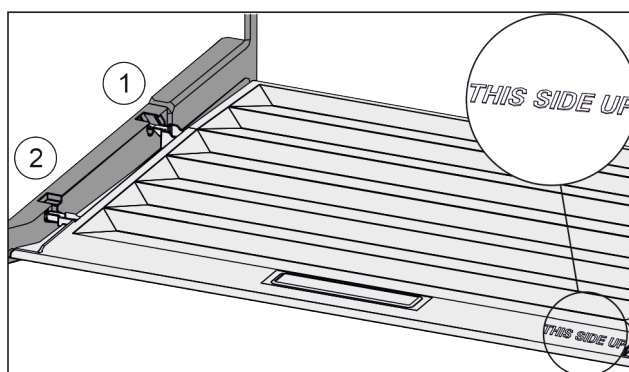

Fig. 104
- ▶ Introduzca los nervios de la tapa por la abertura del soporte trasero Fig. 104 (1) y encájelos por delante en el soporte Fig. 104 (2).